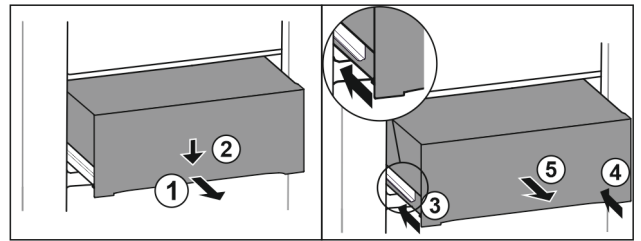

Fig. 190
- ▶ Schubfach halb herausziehen. *Fig. 190 (1)*
- ▶ Schubfach an der Vorderseite nach unten drücken. *Fig. 190 (2)*
- ▶ Linke Schiene etwa 2 cm einschieben. *Fig. 190 (3)*
- ▶ Rechte Schiene etwa 2 cm einschieben. *Fig. 190 (4)*
- ▶ Schubfach nach vorne entnehmen. *Fig. 190 (5)*